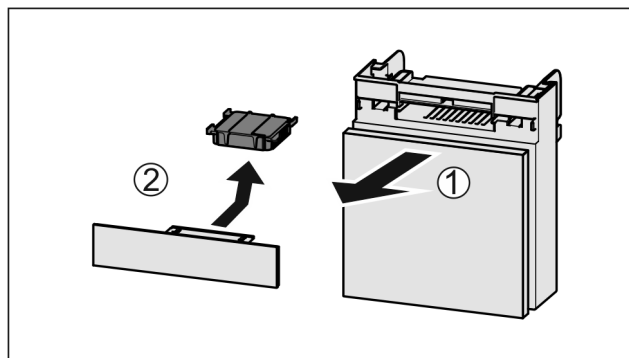

Fig. 148
- Estrarre il vano tirando in avanti Fig. 148 (1).
- Rimuovere il filtro a carboni attivi Fig. 148 (2).